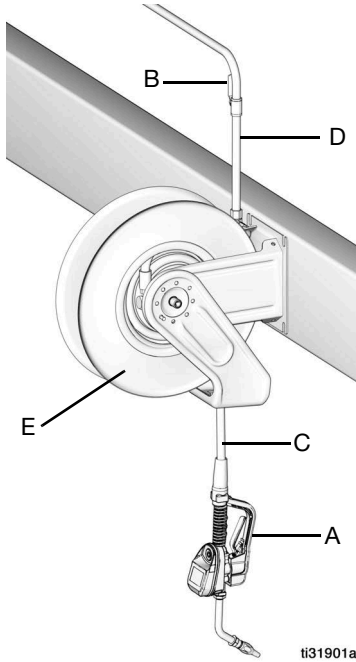

FIG. 6
Den typinstallation som visas i FIG. 6 är bara en vägledning. Det är inte en komplett systemdesign. Kontakta din Graco-distributör för att få hjälp med att utforma ett system som uppfyller dina behov.
2. Stäng avstängningsventilen (B, se FIG. 6, sidan 9.
1. Stäng vätskeavstängningsventilen (B, se FIG. 6, sidan 9 vid varje doseringsposition.
4. Öppna långsamt avstängningsventilen (B) vid doseringspositionen. Spola ur en tillräckligt stor mängd olja för att säkerställa att hela systemet är rent. Stäng sedan ventilen.